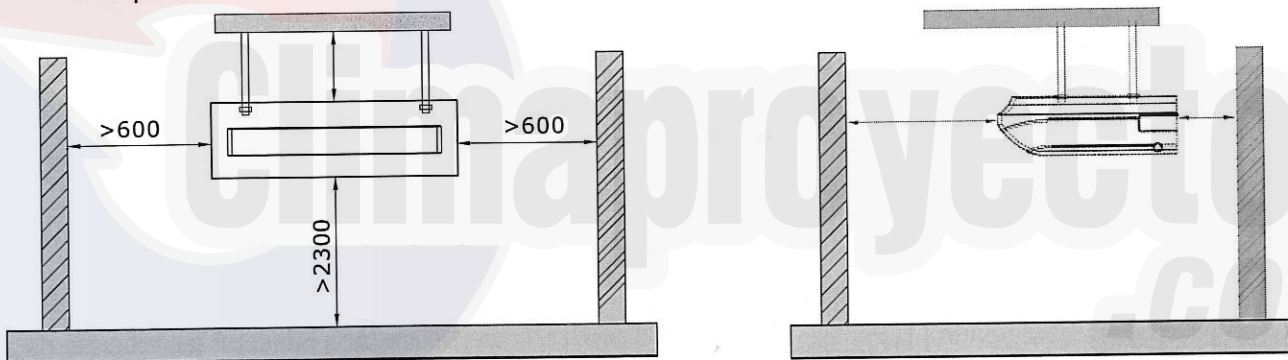

Fig.2
- (1) Instale la unidad en un lugar donde sea lo suficientemente fuerte para soportar el peso de la unidad.
- (2) La entrada y salida de aire de la unidad nunca debe de obstruirse para que el flujo de aire pueda alcanzar cada esquina de la habitación.
- (3) Deje un espacio de servicio alrededor de la unidad como lo indica la Fig.2.